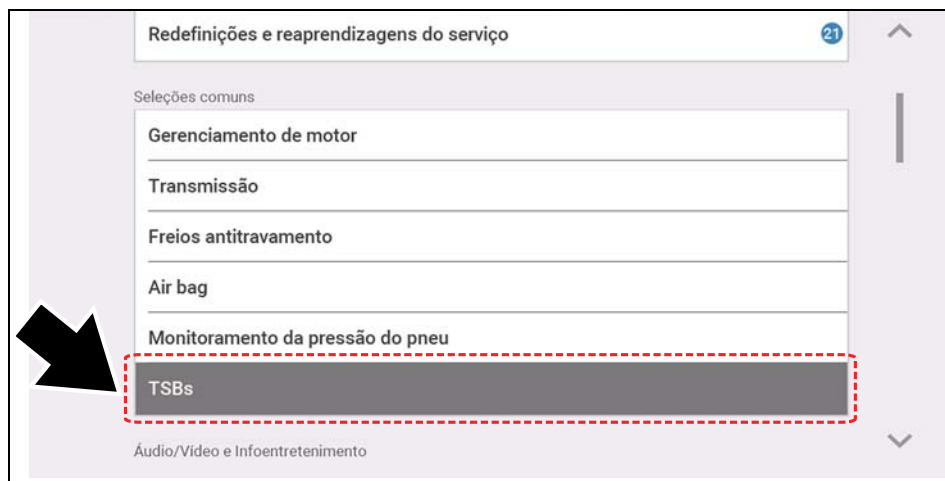

Figura 8-4
1. Em uma sessão atual do Scanner, selecione **TSBs** no menu Sistema (Figura 8-4).